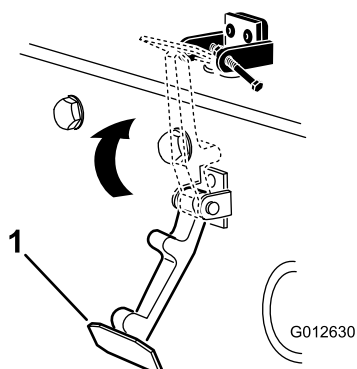

**Figura 6**
4. Mentre allineate i fori di montaggio, posizionate la staffa di bloccaggio CE e la staffa del fermo del cofano sul cofano (Figura 6).
6. Rivettate le staffe e le rondelle al cofano (Figura 6).